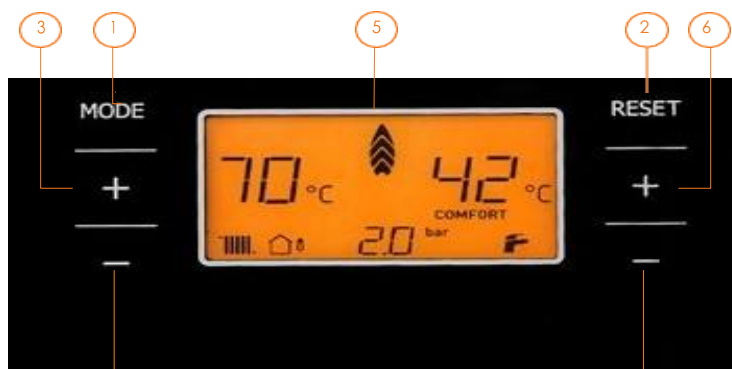

Figura 41
El ajuste de temperatura de calefacción (CH) se hace con los botones (3) y (4) y se visualiza en (9); el ajuste de temperatura del agua caliente sanitaria (ACS) se hace con los botones (6) y (7) y se visualiza en (11). **Ver Figura 41.**